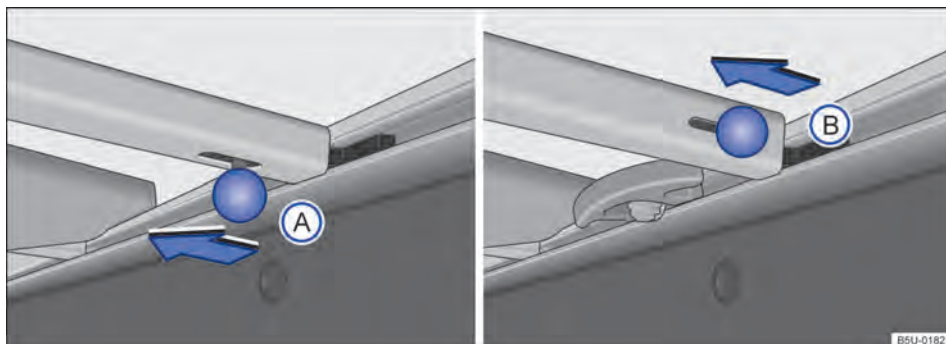
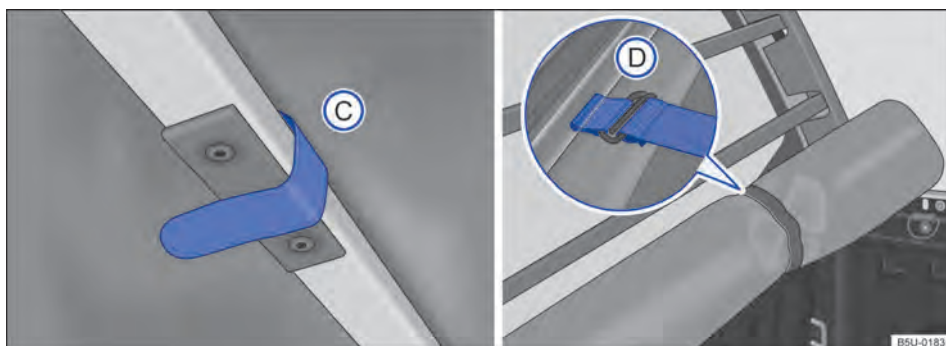

Fig. 52 Travessas no compartimento de carga: (A) veículos com suportes de amarração fixos, (B) veículos com suportes de amarração deslizantes.
Fig. 53 No compartimento de carga: tira de fixação e capota marítima corretamente recolhida.
- Para remover de tipo (A) ou (B), deslocar o pino de travamento no sentido da seta → Fig. 52. Para remover a travessa que está próxima ao vidro traseiro, é necessário soltar as tiras de fixação da capota → Fig. 53 C.
- Após o recolhimento total da capota, prenda-a com as cintas de fixação (D).
- Para remover a travessa que está próxima ao vidro traseiro, é necessário soltar as tiras de fixação da capota → Fig. 53 ⓐ, e fazer o mesmo procedimento anterior para remover a travessa (quando disponível mais de uma travessa).
- Após o recolhimento total da capota, prenda-a com as cintas de fixação → Fig. 53 ⓑ.